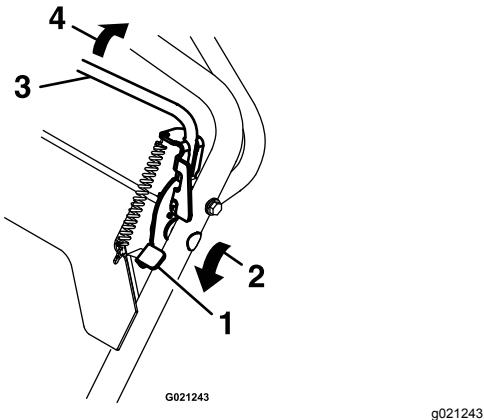

Bild 13
- Halten Sie die Schaltsperre nach vorn, um den Schaltbügel zu lösen (Bild 13)